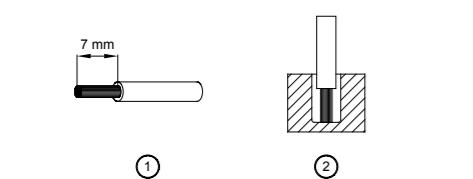

Figure 5
Sie können flexible (feindrähtige Leitung) oder feste Kabel mit einem Querschnitt von 0,52-3,3mm² (AWG 20-12) und einem Anzugsmoment von 4,67kgf.cm max (4,05lb in) verwenden. Um sichere und stoßfeste Anschlüsse gewährleisten zu können, sollte die Abisolierlänge 7mm betragen (siehe Abb. 5 (1)). Bitte sorgen Sie dafür, dass die Kabel vollständig in die Anschlussklemmen eingeführt werden, siehe Abb. 5 (2).
You can use flexible (stranded wire) or solid cables with cross section 0.52-3.3mm² (AWG 20-12) and torque of 4.67kgf.cm (4.05lb in). To secure reliable and shock proof connections, the stripping length should be 7 mm (see Fig. 5 (1)). Please ensure that wires are fully inserted into the connecting terminals as shown in Fig. 5 (2).